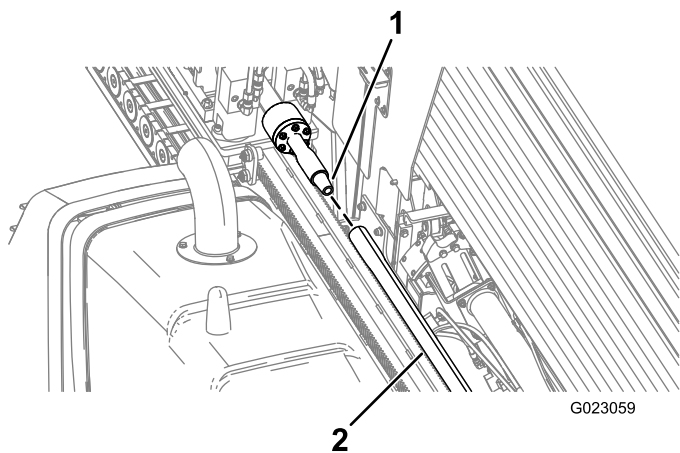

Bild 56
9. Drehen Sie die Bohrspindel nach rechts und fahren Sie den Bohrwagen langsam vorwärts, um die Spindel in das Rohrende mit Innengewinde einzuführen (**Bild 56**).
9. Drehen Sie die Bohrspindel nach rechts und fahren Sie den Bohrwagen langsam vorwärts, um die Spindel in das Rohrende mit Innengewinde einzuführen (Bild 56).